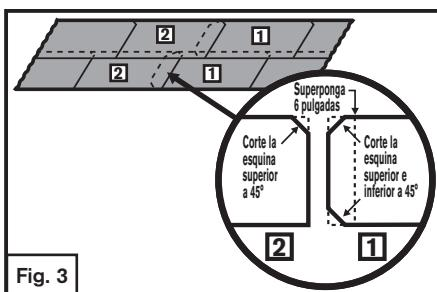

Fig. 3
**Paso 8.** Si se requieren piezas adicionales para completar la hilera inicial, el empalme longitudinal que debe realizarse se debe cortar en ángulos de 45° en las esquinas superiores e inferiores. Ver la Fig. 3
La esquina superior de la pieza que se superpone con la pieza anterior también debe cortarse a 45°. Ver la Fig. 3